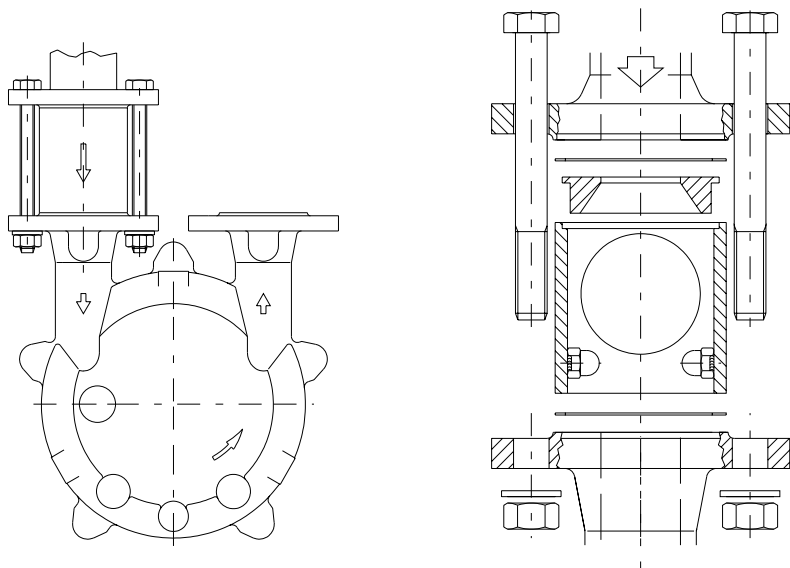

Рис.7
Обратный клапан VAC позволяет изолировать насос от установки при его остановке. Стопорный клапан следует устанавливать на всасывающем патрубке при работе под вакуумом (см. рис. 7) или на выпускном патрубке при работе под давлением.
*The check valve, VAC design, insulates the pump on the suction flange for vacuum operation (see fig. 7) and on the discharge flange for pressure operation.*